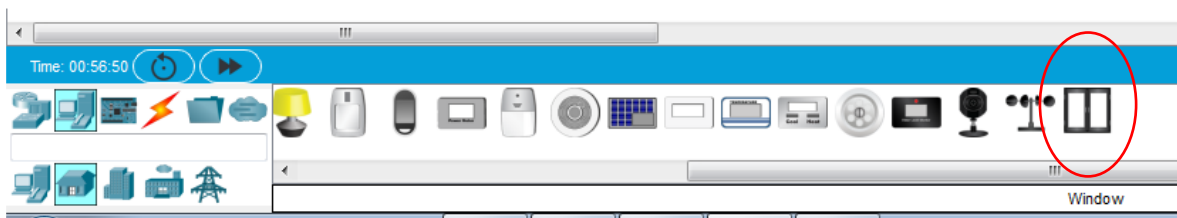

Рис. 3.4.
3. У правому куті підрозділу «Будинок» (Home) оберіть елемент «Вікно» (Window) та перетягніть його на робоче поле (рис.3.4)